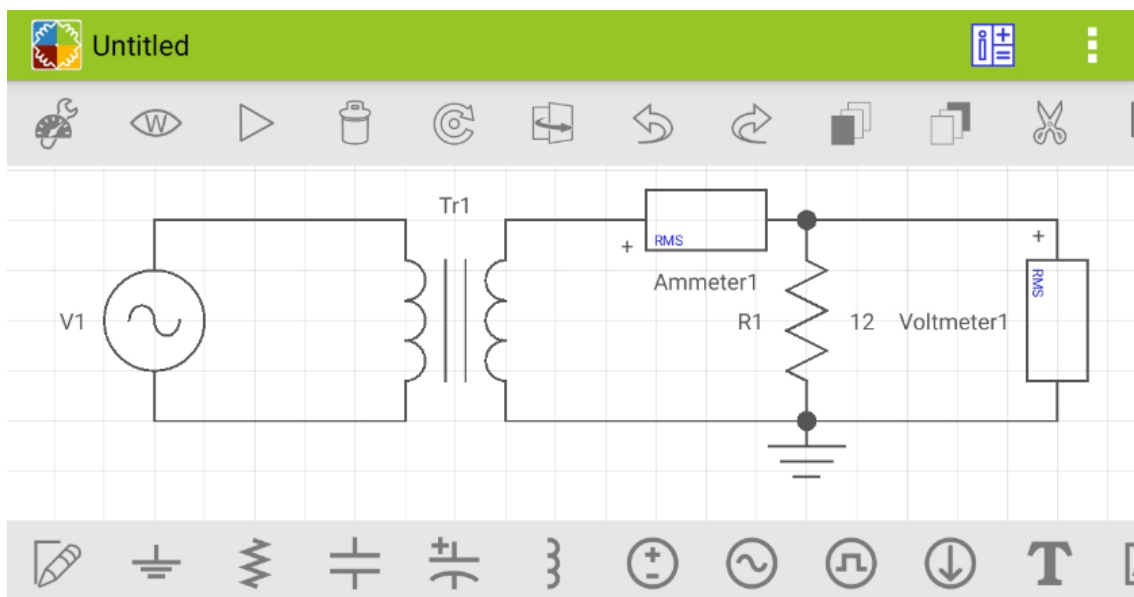

Figura 2.17
2.16 – O segundo medidor inserido é o amperímetro (AMMETER), que deve ser colocado em SÉRIE com o resistor (**Figura 2.17**). Para inseri-lo antes do resistor, foi preciso apagar a conexão entre o secundário do transformador e o resistor ao selecionar essa conexão e apertar em DELETE (ícone em forma de lixeira) no canto superior da tela.